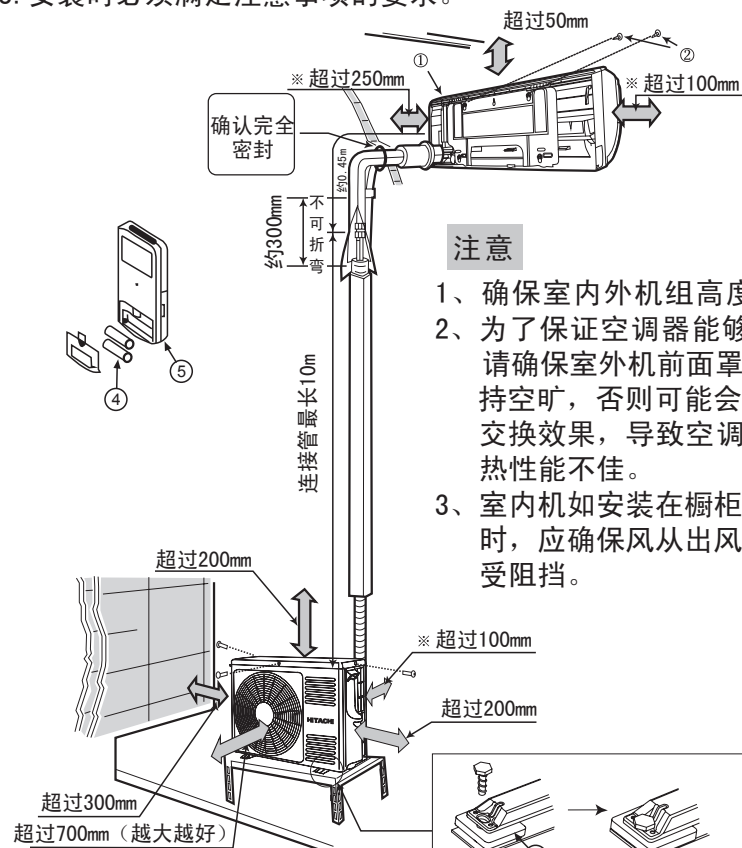

图 1
（1）为了便于修理，室内机组旁边应如图1般保留空间。
（1）室外机组的安装必须保留大于如图1所示距离，并尽可能远离障碍物，避免障碍物妨碍通风系统。
1. 示图1是连接配管安装成形。
2. 根据总装示图1结合对应附件按要求牢固安装。